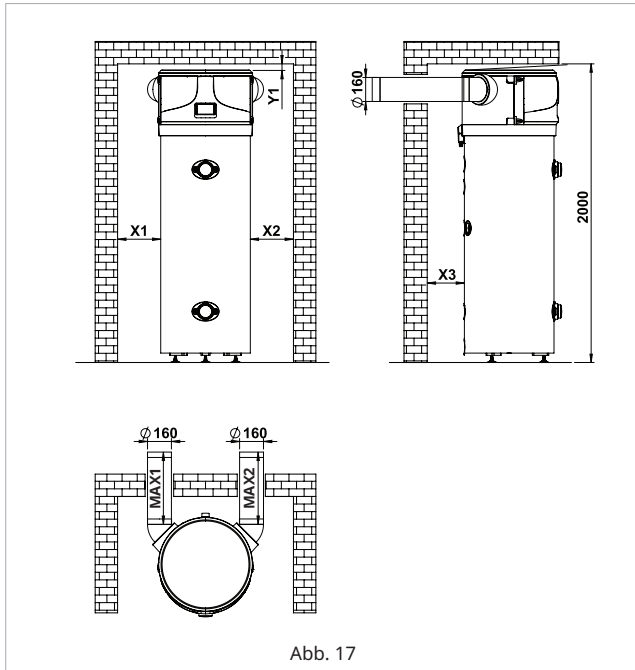

Abb. 17
Das Gerät muss an einem geeigneten Ort installiert werden, der den normalen Betrieb und die Einstellung sowie die routinemäßige und spezielle Wartung ermöglicht. Beachten Sie daher immer die notwendigen Freiräume wie in Abb. 17 dargestellt.
Das Gerät muss entfernt von brennbaren Oberflächen an einem geeigneten Ort installiert werden, der den normalen Betrieb und die Einstellung sowie die routinemäßige und spezielle Wartung ermöglicht. Beachten Sie daher immer die notwendigen Freiräume wie in Abb. 17 dargestellt.
Dazu ist ein spezieller Luftkanal erforderlich, wie in der Abbildung dargestellt (Abb. 17, 18, 19).
5.3.1 Installation mit Luftkanälen (Abb. 17)
(MAX1 + MAX2 = 10 m) siehe Abb. 17